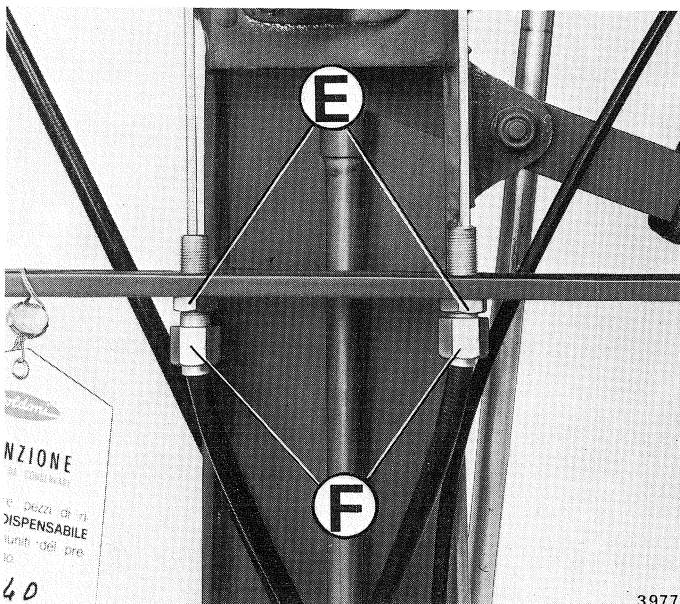

Fig. 7
- Allentare i dadi **E** (fig. 7).